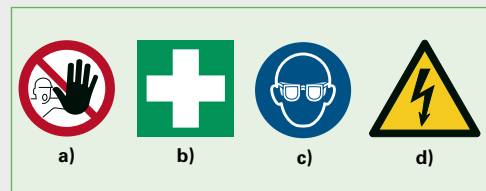

Bild 2: Sicherheitszeichen
16. Benennen Sie die im **Bild 2** dargestellten Sicherheitszeichen und geben Sie ihre Bedeutung an.